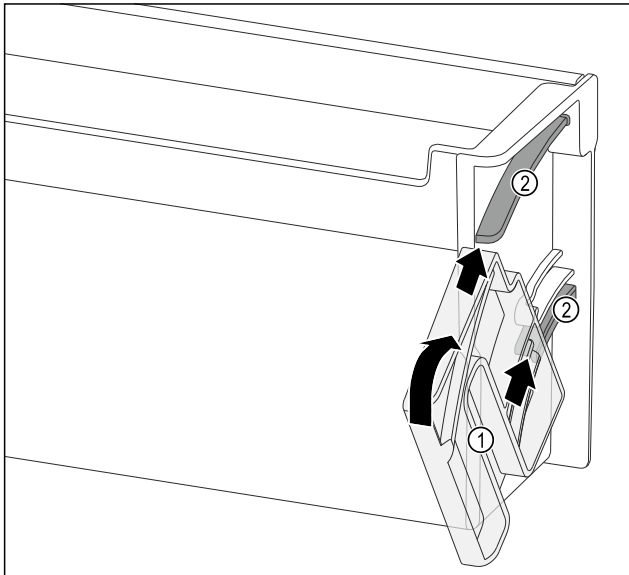

Fig. 127
- ▶ Разместите поворотный блок Fig. 127 (1) таким образом, чтобы выемки оказались точно напротив направляющих каналов Fig. 127 (2) дверной полки.
- ▶ Поверните поворотный блок Fig. 127 (1) по указанном направлении.